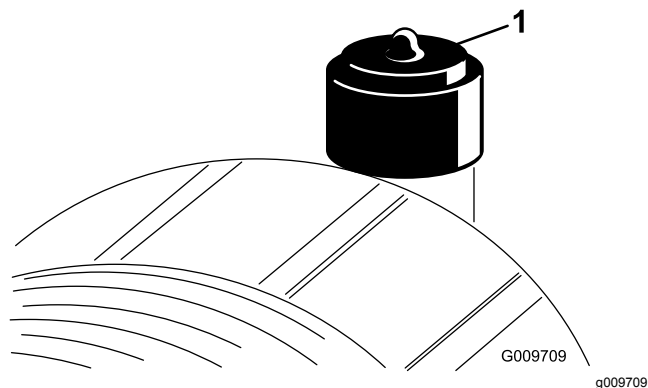

Figura 75
Revise el filtro del limpiador de aire únicamente cuando el indicador de mantenimiento (Figura 75) lo requiera. El cambiar el filtro antes de que sea necesario sólo aumenta la posibilidad de que entre suciedad en el motor al retirar el filtro.
2. Reinicie el indicador (Figura 75) si se ve rojo.